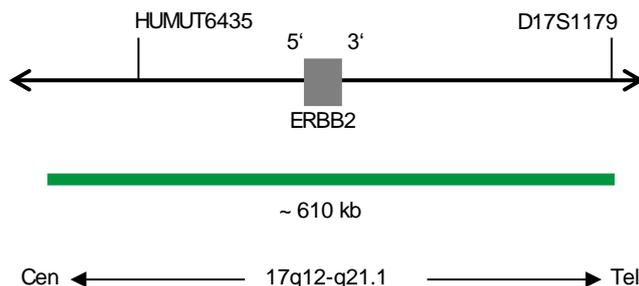

Abb. 1: SPEC ERBB2 Sondenlokalisierung (nicht maßstabgetreu)
- ZyGreen (Anregung 503 nm/Emission 528 nm) markierten Polynukleotiden (~10 ng/ $\mu$ l), die gegen Sequenzen in 17q12-q21.1\* (chr17:37,572,531-38,181,308) gerichtet sind, welche die ERBB2-Genregion enthalten (siehe Abb. 1).